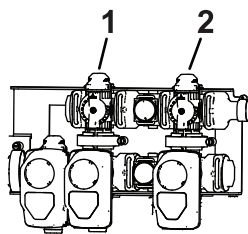

Figura 23
11. Ajuste la válvula de desvío de agitación (**Figura 23**), situada en la parte trasera de la válvula de
9. Ajuste la palanca de la válvula maestra de desvío para controlar la cantidad de agitación en el depósito (Figura 23).